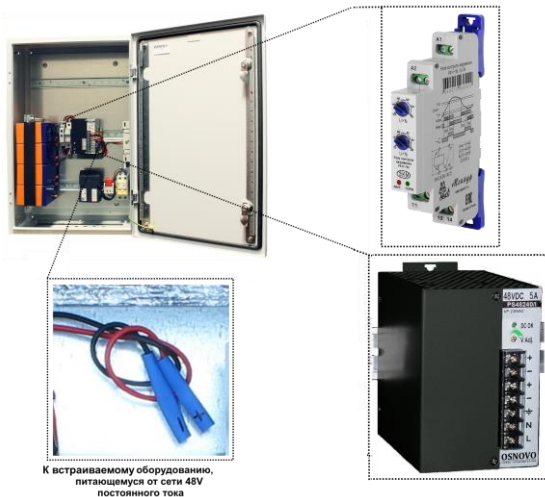

Рис.5 Точка подключения оборудования к 48V для моделей уличных станций с установленным БП и резервным питанием на примере модели OS-46TB1
Точкой подключения встраиваемого оборудования, питающегося от DC 48V (коммутатора и тд) является плюсовой выход (14) с реле контроля напряжения и минусовой выход (V-) с блока питания. Данная точка 48V постоянного тока уже выведена отдельными проводами с маркировкой «+» и «-» и готова к подключению (рис.5)